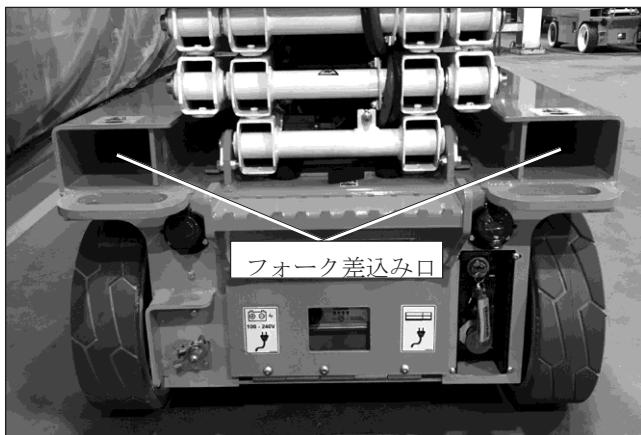

図10.1 - シャーシ後ろ側
3. フォークリフトのフォークを、本機後部にある差込み口（図10.1を参照）に挿入します。